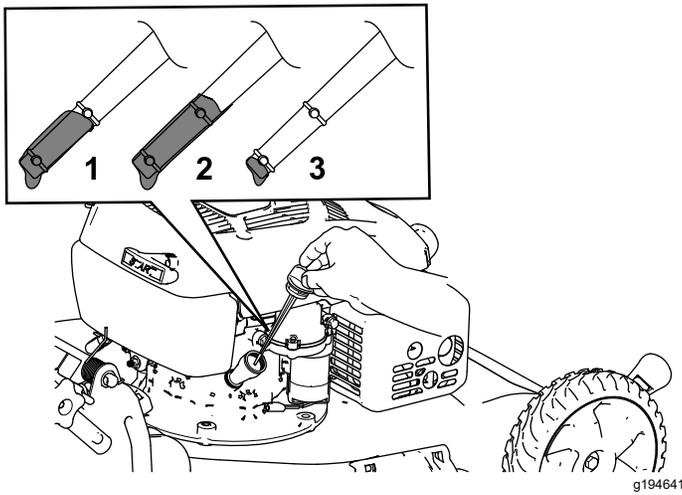

Figure 28
3. Tournez le bouchon dans le sens antihoraire et sortez la jauge (Figure 28).
4. Inclinez la machine sur le côté (filtre à air en haut) pour vidanger l'huile usagée par le tube de remplissage (Figure 28).
10. Vérifiez le niveau d'huile indiqué par la jauge (Figure 28).